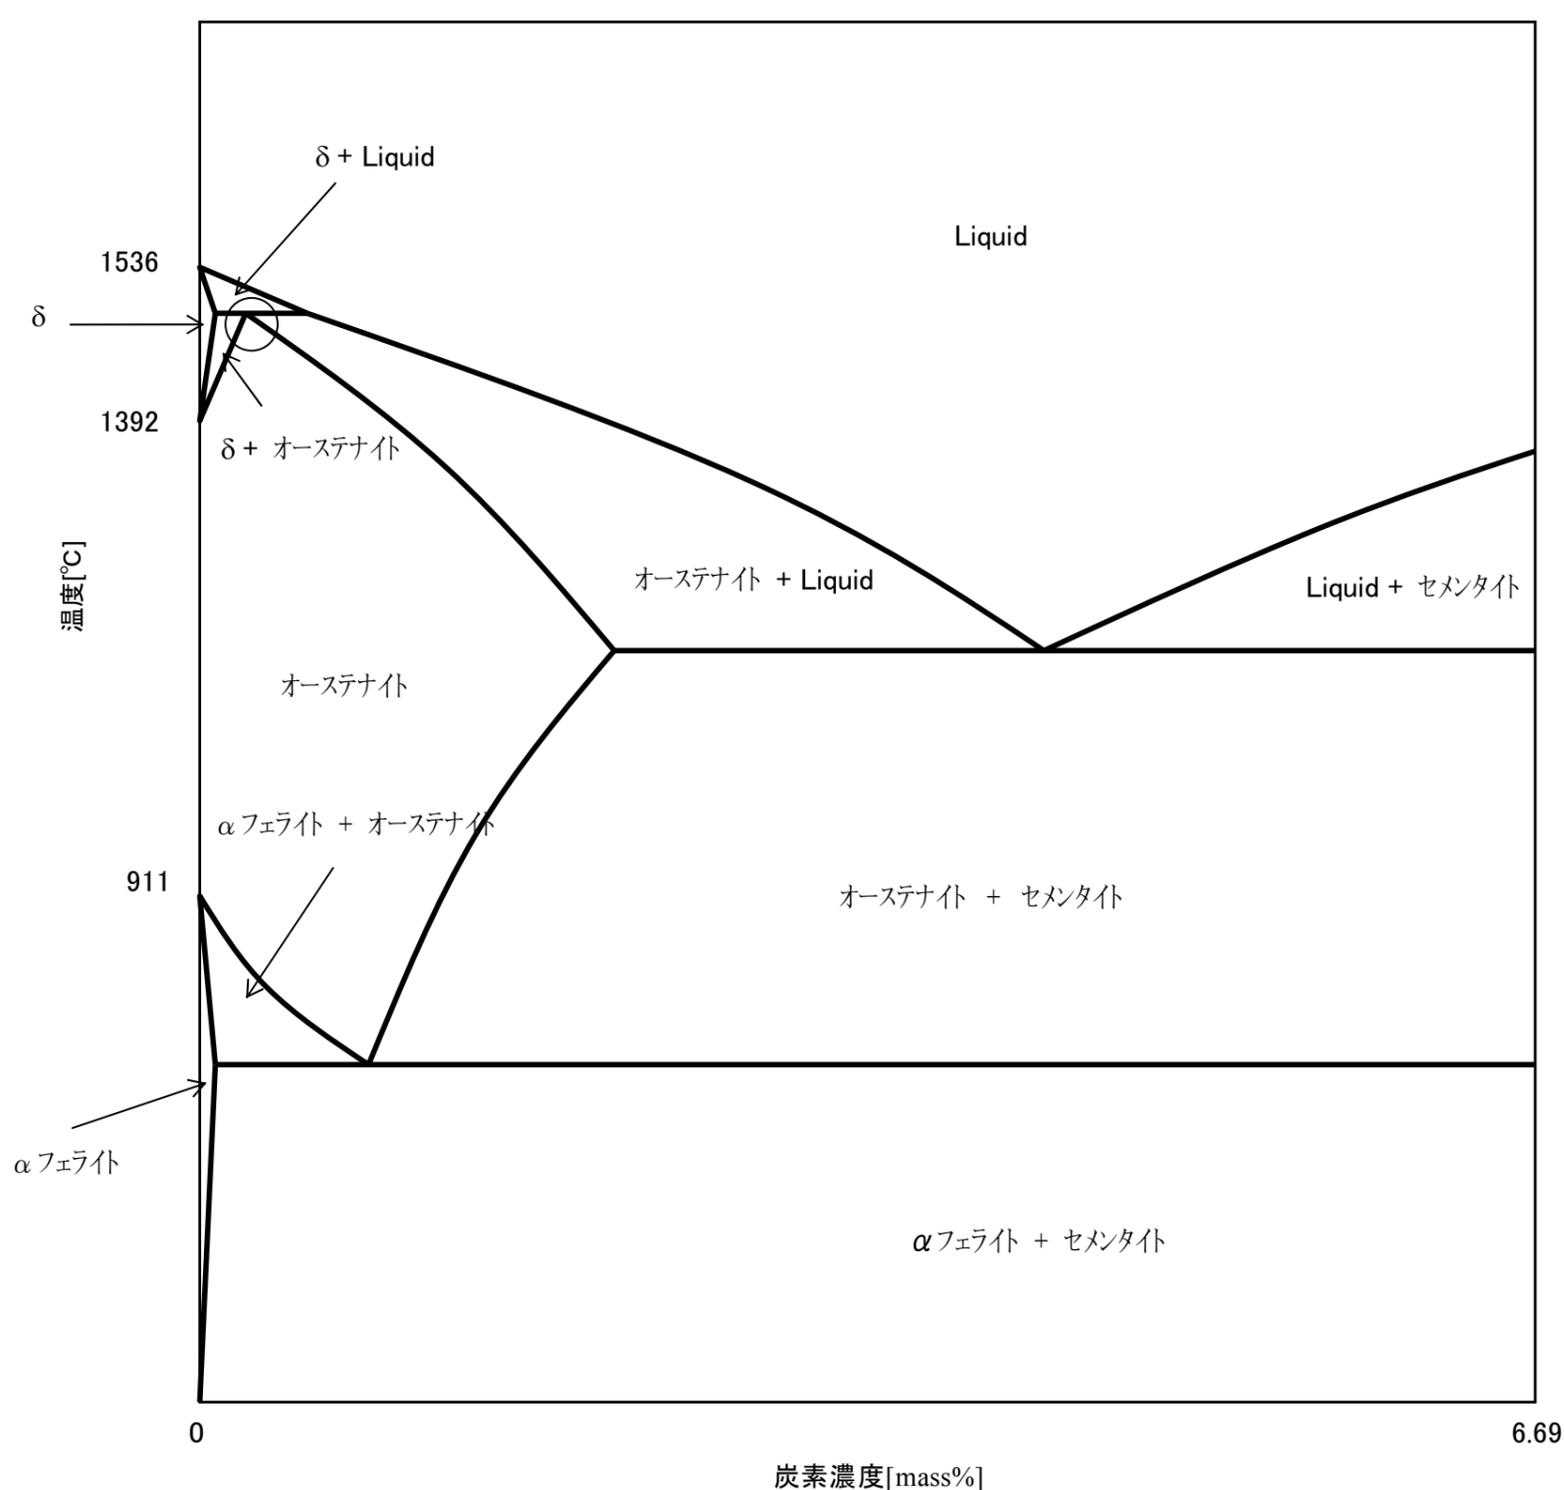
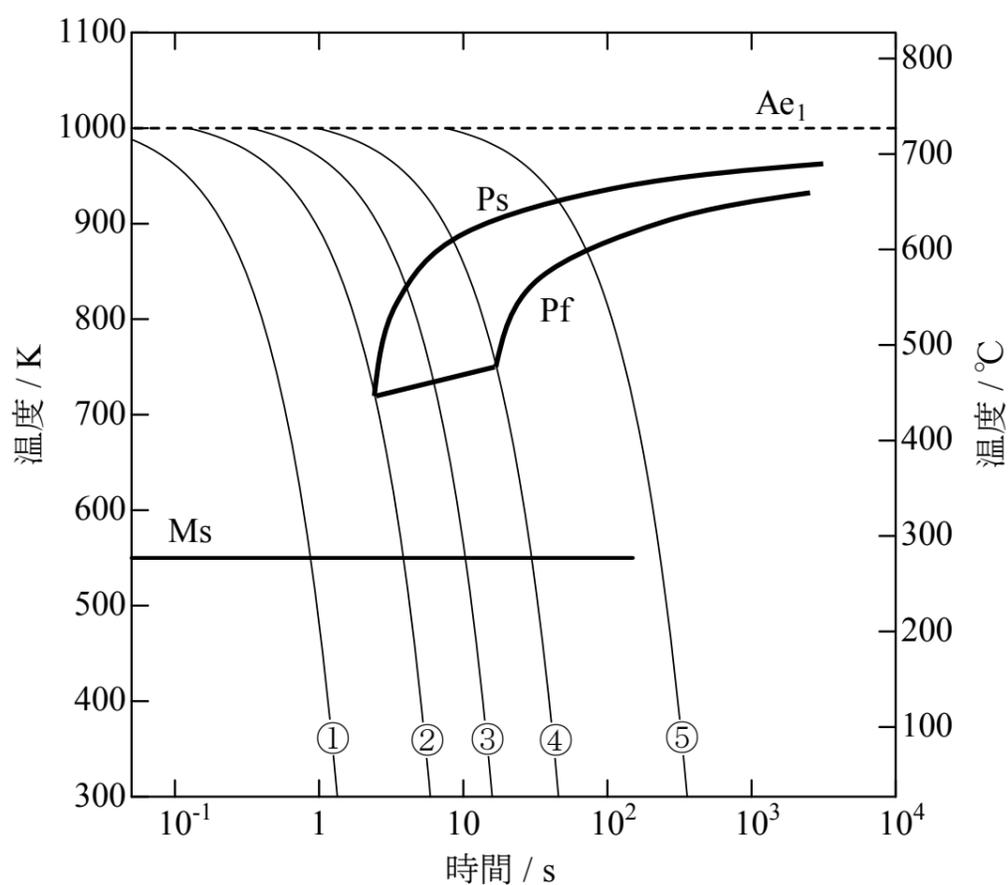
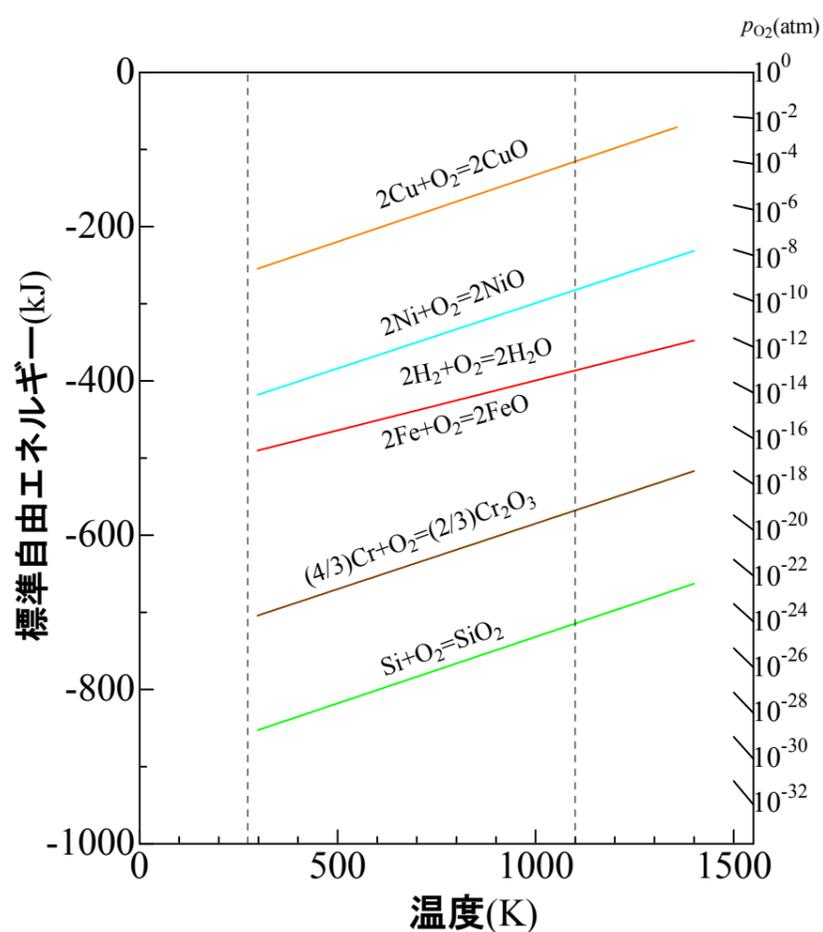

図 2-1 Fe-Fe₃C 準安定系状態図
図 2-2 共析鋼の連続冷却変態線図 (CCT 線図)
図 2-3 いくつかの元素の酸化反応の標準自由エネルギー (ΔG°) - 温度 (T) 図 (エリンガム図)
(5)	①
②
③
④
問題2 図 2-1 は Fe-Fe₃C 準安定系状態図を示したものである。また、図 2-2 は共析鋼の連続冷却変態線図(CCT 線図)である。さらに、図 2-3 はいくつかの元素の酸化反応の標準自由エネルギー(ΔG°) - 温度(T) 図(エリンガム図)である。なお、図 2-3 の右端、縦方向に並んだ短いラインは、気体定数を R [$\text{J K}^{-1} \text{mol}^{-1}$]、温度を T [K]、酸素分圧を p_{O_2} [atm]とした時、 p_{O_2} [atm]の値を決めることでこのエリンガム図上、直線となる $RT \ln p_{\text{O}_2}$ の $T=1500 \sim 1550$ K の部分であり、書き添えた値はその時の p_{O_2} [atm]の値である。これらを参照しながら、次の問い(1)から(10)について、答えを解答欄に記入しなさい。
- (1) 図 2-1 によれば、オーステナイト状態の共析組成の鋼を室温まで緩冷した場合、フェライトとセメンタイトの 2 相共存状態の組織となることがわかるが、その場合のセメンタイト相中の炭素濃度はいくらになるか答えなさい。
- (2) 図 2-1 を参照し、オーステナイト状態の共析組成の鋼を室温まで緩冷した場合のフェライトとセメンタイトの 2 相の質量比率を計算し、整数比で答えなさい。ただし、共析組成の鋼の炭素濃度を 0.8mass%、室温におけるフェライト中の固溶炭素濃度をゼロとみなして計算しなさい。
- (3) 図 2-1 の丸印で示した部分では冷却過程で包晶反応と呼ばれる反応が起こることが読み取れる。この包晶反応とはどのような反応か説明しなさい。
- (4) 図 2-2 の名称である CCT 線図の「CCT」を略さずに英語で記述しなさい。
- (5) 図 2-2 に示した 5 本の冷却曲線①から⑤のうち、この鋼のマルテンサイト単相組織を得るための最小冷却速度を示す曲線はどれか、番号で答えなさい。
- (6) 図 2-2 の冷却曲線③に従って室温まで冷却した場合、この鋼はどのような組織となるか答えなさい。
- (7) (5) で解答した冷却速度よりも緩慢な冷却でマルテンサイト相単相組織とするための材料に対する金属学的な処理の一例を示しなさい。
- (8) 図 2-3 に示された酸化物の中で温度 1100K において熱力学的に最も安定な酸化物はどれか、酸化物の化学式で答えなさい。
- (9) 1100K においてある雰囲気中で $2\text{Fe}+\text{O}_2=2\text{FeO}$ の反応が平衡している場合、その雰囲気中の酸素分圧はおおよそ① 1×10^{-17} [atm]、② 1×10^{-19} [atm]、③ 1×10^{-21} [atm]のいずれであるか、図 2-3 を参照して答えなさい。
- (10) ある温度での反応 $\text{Si}+\text{O}_2=\text{SiO}_2$ のエンタルピー ΔH° を -900 [kJ]、反応 $2\text{Cu}+\text{O}_2=2\text{CuO}$ のエンタルピー ΔH° を -300 [kJ]としたとき、同じ温度における反応 $\text{Si}+2\text{CuO}=\text{SiO}_2+2\text{Cu}$ のエンタルピー ΔH° をヘスの法則を用いて計算しなさい。